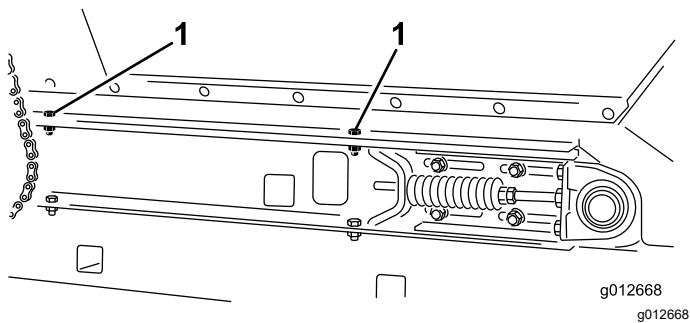

Figura 31
2. A cada lado de la máquina, retire 2 tornillos, 2 arandelas y 2 contratuercas que fijan la tolva a los travesaños del bastidor deslizante (Figura 31).